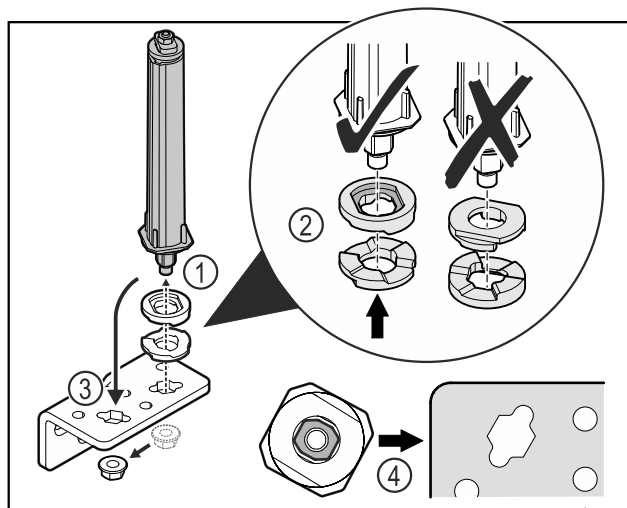

Fig. 39
- Povolte matici a odstraňte uzavírací systém dvířek Fig. 39 (1).
- Dbejte na správné vyrovnaní výškově stavitelných podložek Fig. 39 (2).
- Přesaďte uzavírací systém dvířek v úhelníku závěsu a upevněte jej maticí Fig. 39 (3).
- Při nasazování dbejte na správné vyrovnaní uzavíracího systému dvířek Fig. 39 (4).